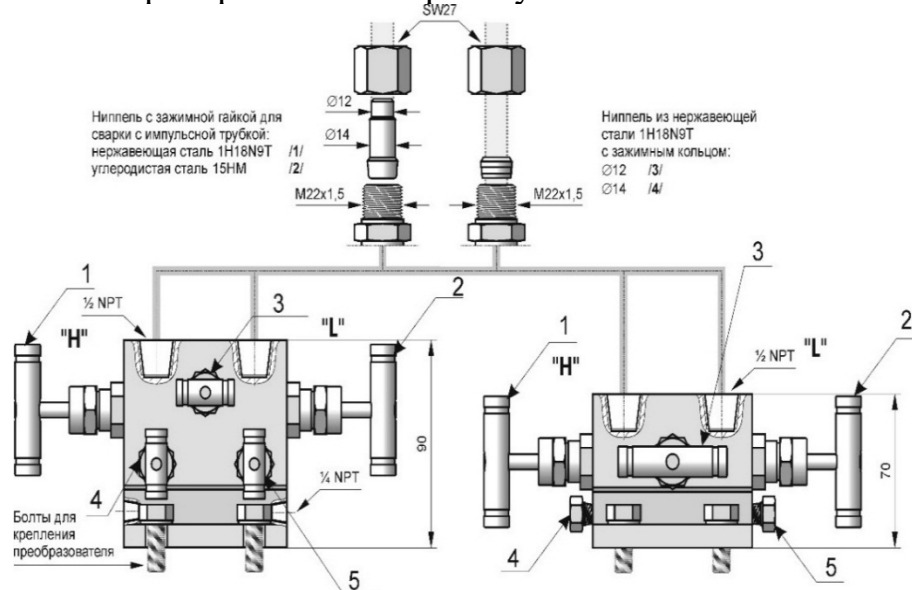

Рисунок 1 – Схема подключения вентиля VM-3 и VM-5
2.2.16.1.1 Включение в работу преобразователей с вентилями VM-3 и/или VM-5 (рисунок 1) производится следующим образом:
2.2.17.1 Преобразователь APR-2000G/ALE также может быть оснащен адаптером типа С (рисунок Б.4), предназначенный для установки вентили VM-3 или VM-5 (рисунок 1), производства ООО «АПЛИСЕНС». Изготовитель может поставить преобразователи уже с установленными вентилями VM-3 или VM-5.